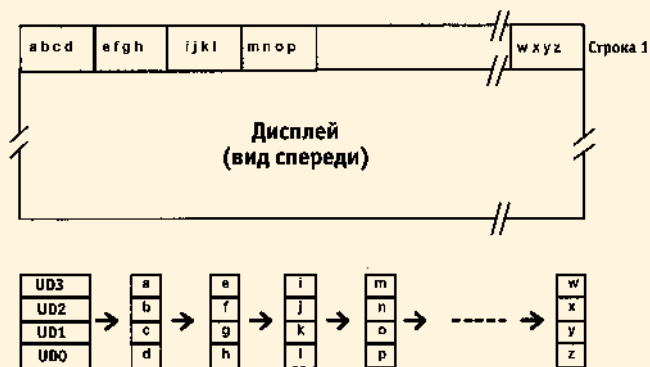

Рис. 2. Принцип формирования изображения в дисплеях двойного сканирования
AG1 и AF1 соответственно) также имеет разрешение 640×480 пикселов (VGA). Интерфейс дисплея полностью аналогичен интерфейсам ЖКИ-дисплеев с матрицей двойного сканирования и характеризуется гибкими методами управления яркостью, низкими энергопотреблением и стоимостью. Для формирования изображения на экране дисплея используются восемь сигналов видеоданных UD0...UD3 и LD0...LD3, сигналы вертикальной S(VS) и горизонтальной CP1 синхронизации, а также тактовый сигнал CP2. Принцип формирования изображения в дисплеях двойного сканирования для верхней половины экрана показан на рис. 2. По линиям UD0...UD3 за один такт передается информация о четырех последовательно расположенных в строке пикселах (например a, b, c, d). В следующем такте передается следующая четверка, и так далее, от начала 1-й строки до конца 240-й строки. Одновременно с этим по линиям LD0...LD3 передается аналогичная информация для нижней половины экрана, с 241-й по 480-ю строку включительно.